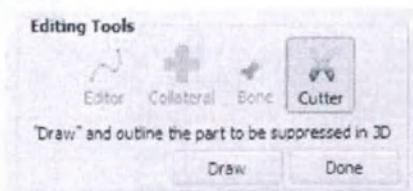

Рисунок 7
- Нажмите Editing Tools > Cutter (Инструменты редактирования > Вырезать) для удаления несвязанных анатомических структур. (Рисунок 7)